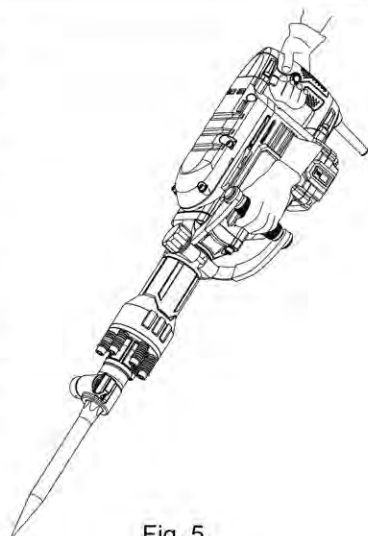

Fig. 5
- >Sempre segure o produto pelas pegas. Mantenha os punhos secos para garantir um suporte seguro (Fig.5).